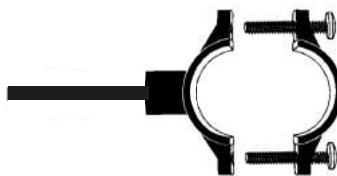

Рис. 8
3. Вставьте отрезок трубы 1/4" в скобу дренажного хомута (**рис. 8**).